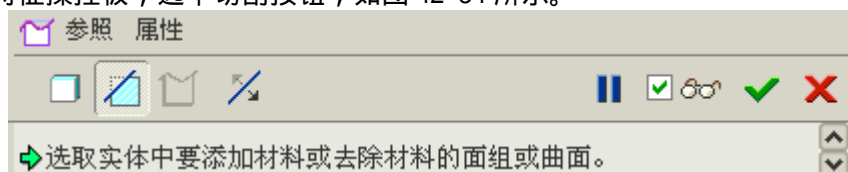

图 42-34
- (1) 在模型中选中步骤 13 建立的曲面，单击菜单【编辑】 【实体化】选项，打开实体化特征操控板，选中切割按钮，如图 42-34 所示。